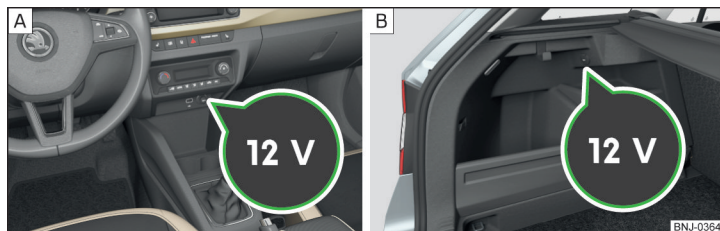

Fig. 96 Coperchio della presa da 12 Volt: nella parte centrale della plancia / nel bagagliaio
- Per l'uso togliere il coperchio della presa » fig. 96 - [A] o aprire il coperchio della presa » fig. 96 - [B].